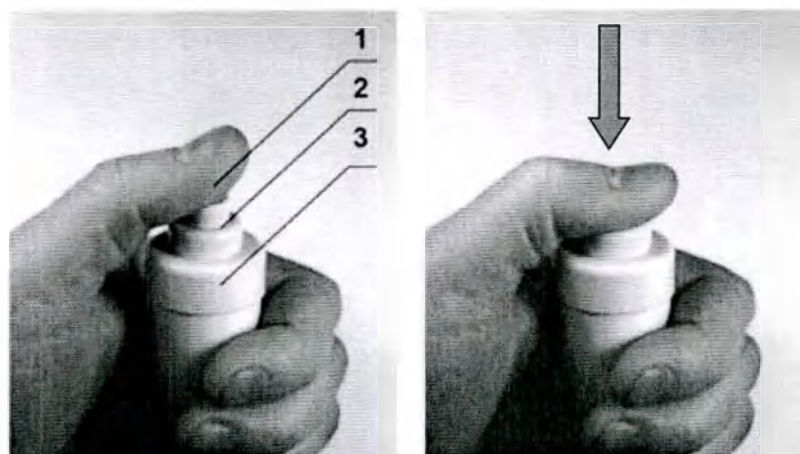

Рисунок 7.25 – Выполнение рентгеноскопии
4. Нажмите кнопку подготовки к экспозиции (см. Рисунок 7.25, поз. 1) до I ступени (см. Рисунок 7.25, справа).